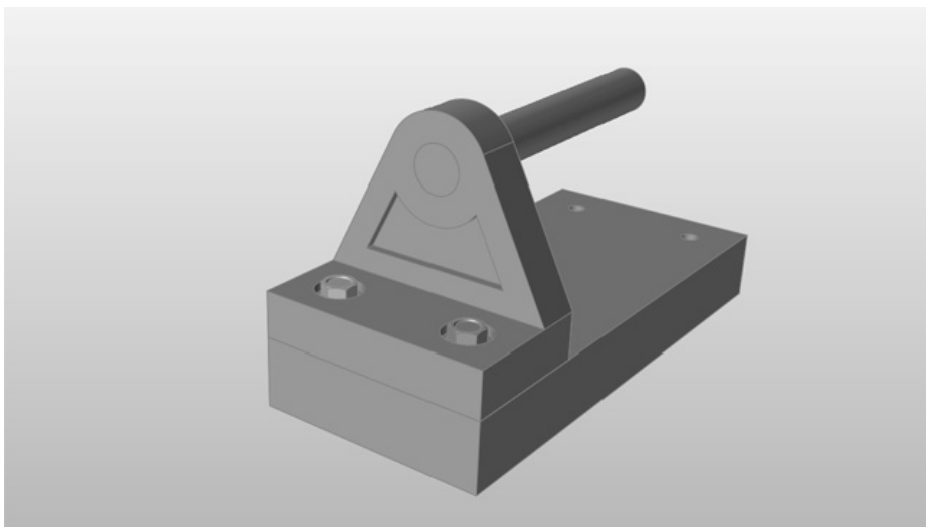

图 3-20
6) 按照上面的方法, 框选另外一组螺母和螺栓, 然后以其中心点为基准选中并拖动该螺栓, 直到将其捕捉到托架上的另外一个孔中, 如图 3-20 所示。